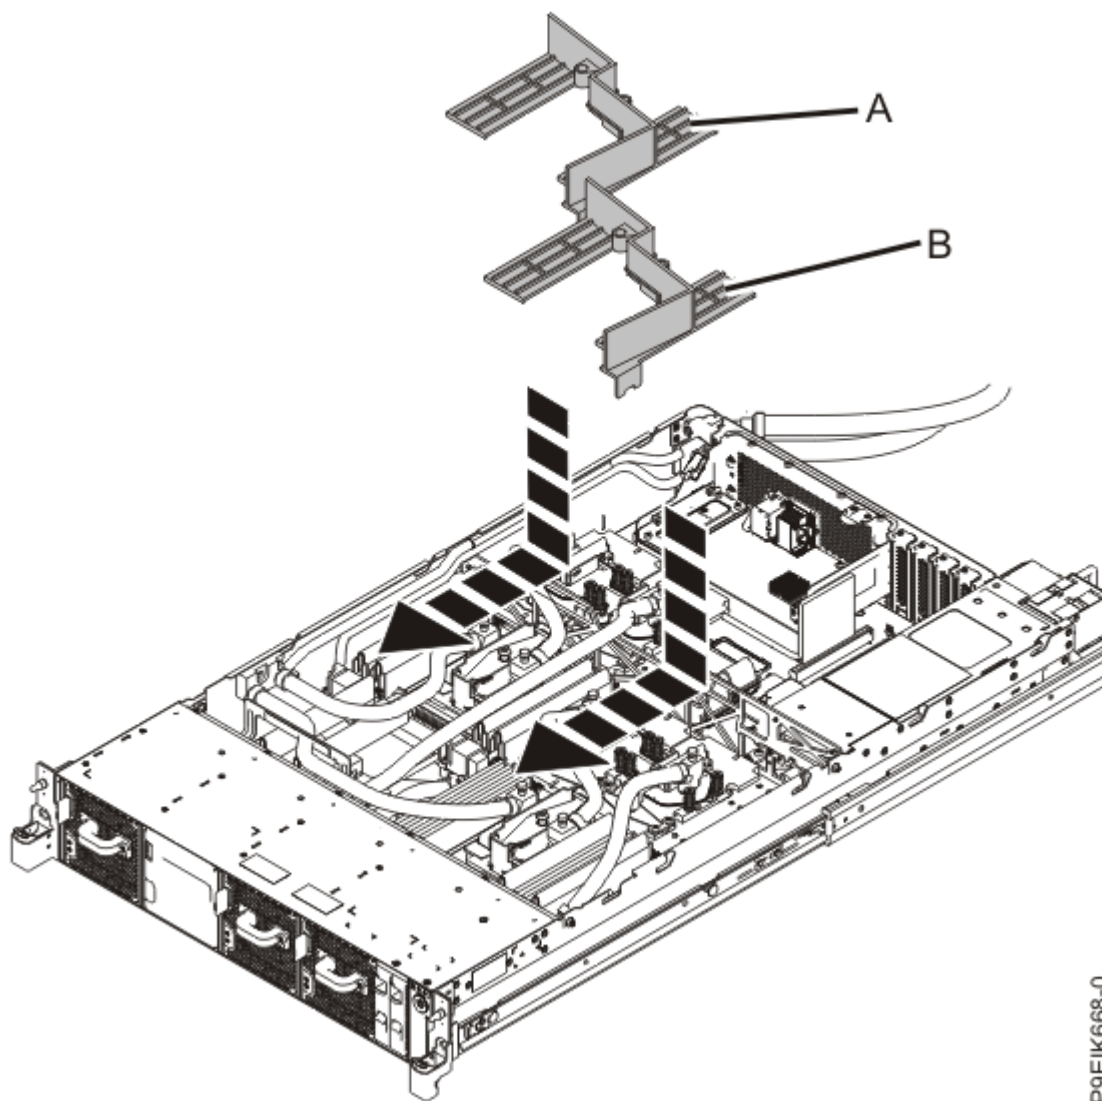

Figure 11. Remise en place des grilles d'aération de la mémoire
9. Remettez en place les grilles d'aération **(A)** et **(B)** comme illustré à la Figure 11, à la page 17.